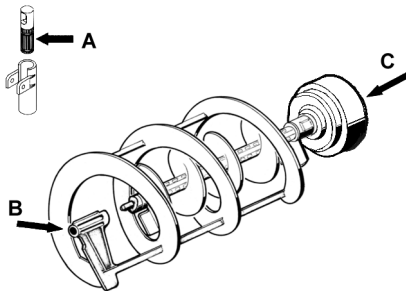

figure 10
**2** Lubrifier le piston du robinet, le racloir intérieur et le racloir extérieur (aux points A, B et C indiqués en figure 10) en utilisant uniquement la graisse fournie par le fabricant ou d'autres graisses à usage alimentaire.